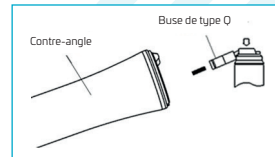

Fig. 15
- Insérez la buse dans le bout du contre-angle. Placez un tissu sur la tête du contre-angle et vaporisez pendant 2-3 secondes. Vérifiez si le tissu est souillé. Si le tissu est propre, le contre-angle peut être autoclavé. Sinon, vaporisez encore jusqu'à ce que le tissu ne présente plus de souillure. (Figure 15)